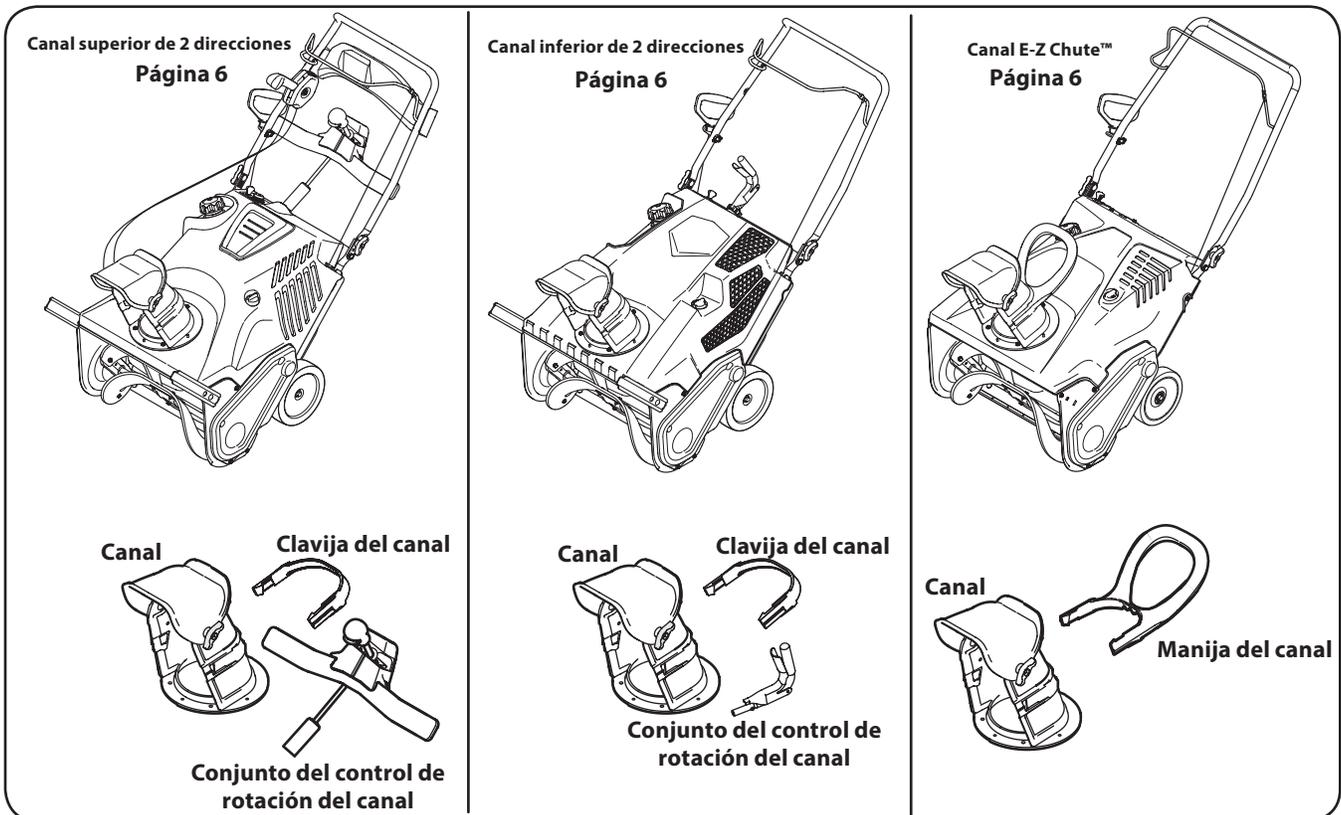

Figura 2-1
- Conjunto del canal (1)
- Conjunto del control de rotación del canal (1)
- Par de cortadores de desplazamiento de nieve (1) — Si viene equipado
- Botella de 20 onzas de aceite 5W-30 (1)
- Tarjeta para registrar el producto (1)
- Perno de ojo (1)
- Manual del Operador de la Máquina Quitanieves (1)
- Manual del Operador del motor (1)
- Documento de Garantía/Piezas (1)
- Perilla de la manija (1)
**NOTA:** Este manual de operación, corresponde a numerosos modelos. Las características técnicas pueden variar según los modelos. No todas las características técnicas que se incluyen en este manual se aplican a todos los modelos y la máquina que se ilustra aquí puede diferir de la suya. Consulte la Figura 2-1 para identificar el estilo de su canal.
**NOTA:** Consulte la Figura 2-1 y continúe hasta el estilo de canal que corresponde al suyo en las páginas 6-7.
**NOTA:** Consulte la Figura 2-1 y continúe hasta el estilo de canal que corresponde al suyo.